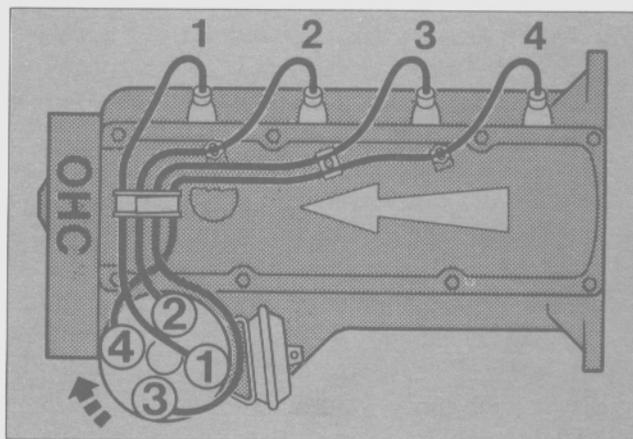

Fig. 61 - Disposición de los cables de alta tensión
- Colocar las bujías, la tapa del distribuidor y conectar los cables de alta tensión a las bujías (Fig. 61).